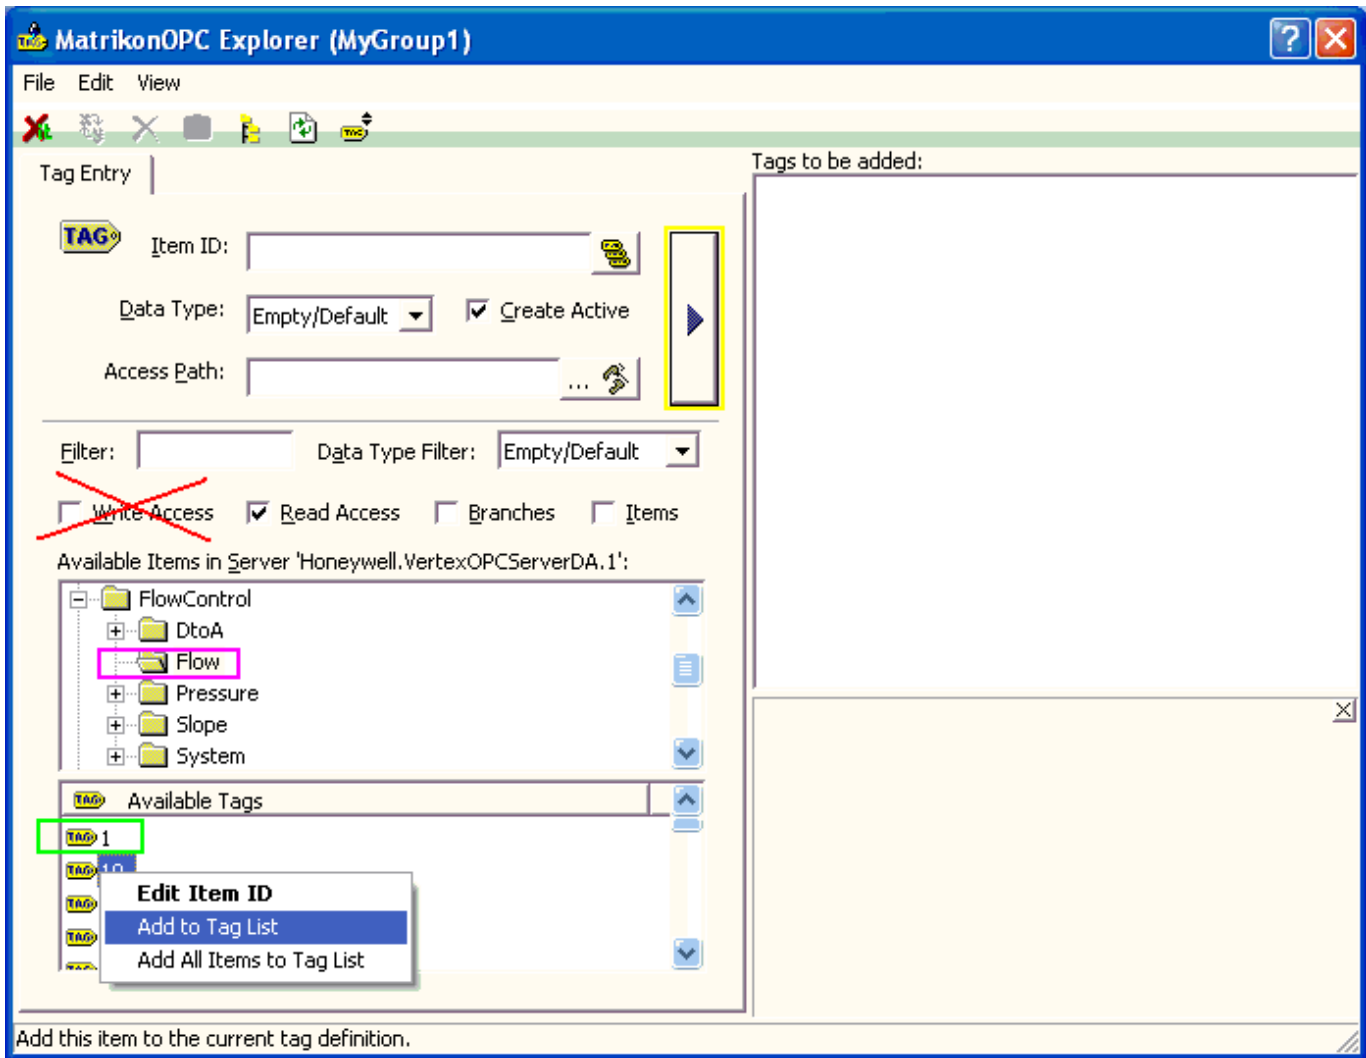

Abbildung F-24. MatrikonOPC Explorer (g1)
1. Starten Sie das Programm. Geben Sie den Namen des OPC-Servers und der OPC-Servermaschine ein, wie in Abbildung F-24 gezeigt.